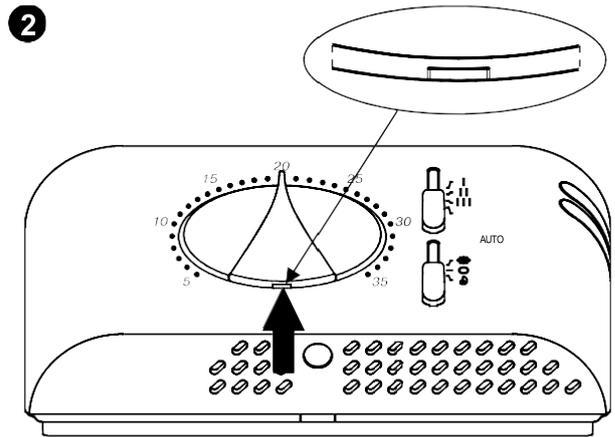

Fig. 3
- ❷ Déplacer les deux curseurs complètement vers le bas et placer la molette de réglage sur 20°C ; soulever ensuite la molette en faisant levier à l'aide d'un tournevis dans la fente prévue à cet effet et signalée par une flèche sur la Fig. 3, en faisant attention à ne pas rayer le couvercle.